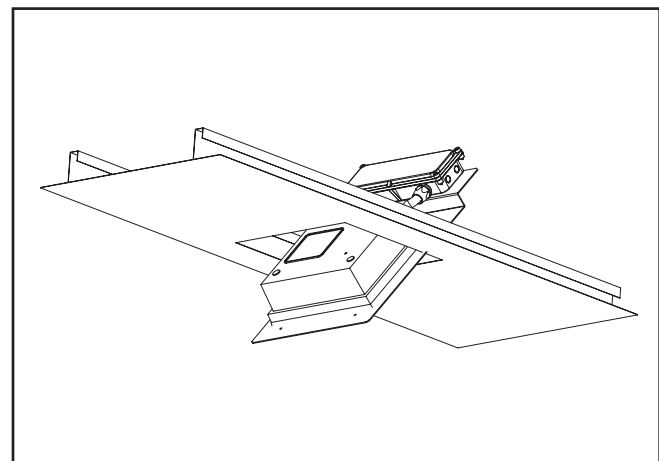

Figure 3.
12. Insérez le luminaire dans l'ouverture de la voûte à la diagonale (Figure 3) et faites-le reposer sur le dessus de la voûte. L'épaisseur du conduit ne doit pas se coincer sous le luminaire pendant l'installation.